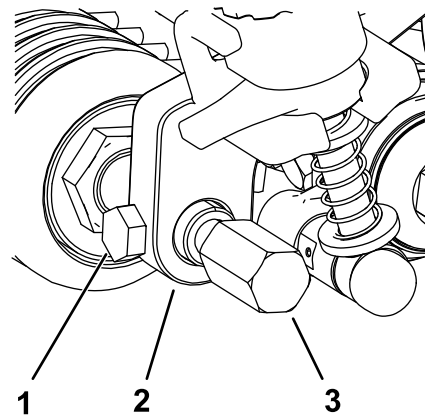

**Figure 20**
4. Alignez la tige de bras de réglage près du galet de tension sur le manchon de réglage du galet de tension, et fixez le à l'aide d'une goupille de réglage et d'une goupille fendue (Figure 20).